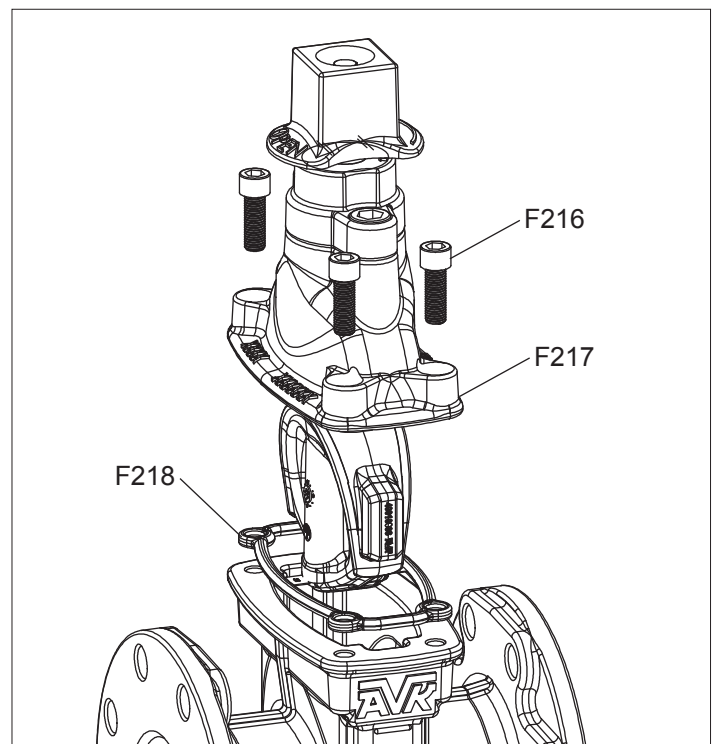

Fig. 5B
2. Una vez que se haya quitado el pegamento termofusible, use una llave Allen de 5/16 "u 8 mm para quitar los pernos del bonete de la válvula de 2½" (F216) y una llave Allen de 3/8 "o 10 mm para válvulas de tamaño de 3" a 8" . (Ver Fig. 5B)